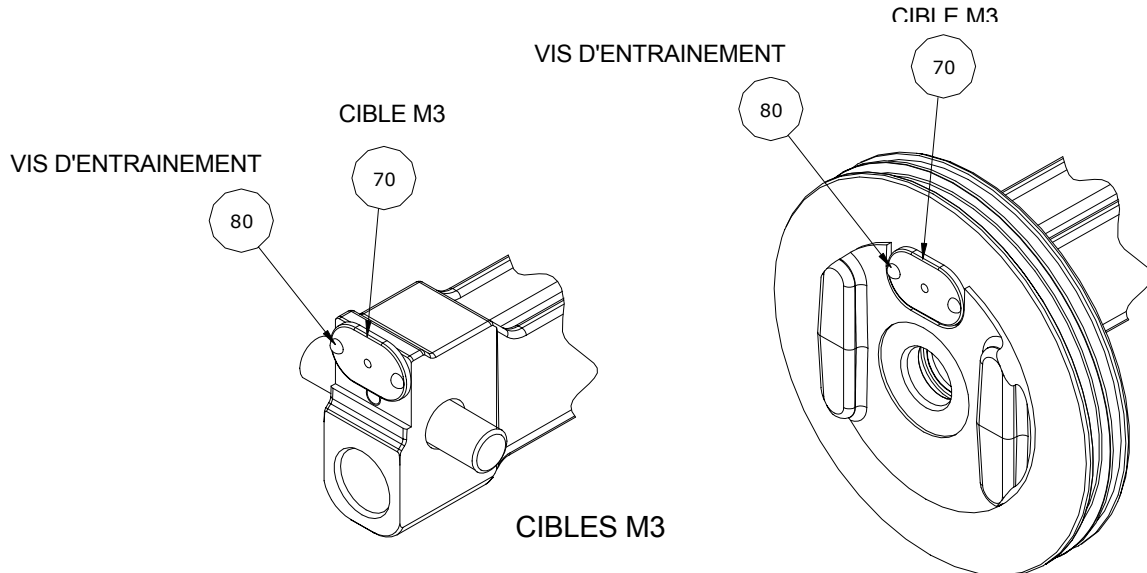

FIGURE 2
ATTENTION : Le M3 ne peut pas être installé sur un actionneur CBA standard sans que les cibles M3 ne soient installées sur le piston tel qu'illustré sur la figure 2. Si le M3 est utilisé avec un piston sans cibles, la goupille cannelée (12-20) est sujette à défaillance.
5.5.5 Ajoutez les cibles M3 au piston (4-50) conformément à la figure 2 – cibles de piston M3.
5.6.5 Ajoutez les cibles M3 au piston (4-50) conformément à la figure 2 – cibles de piston M3.